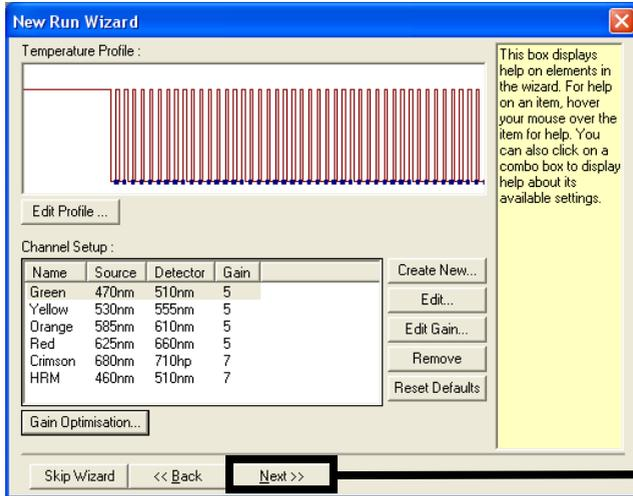

Figura 35. Cuadro de diálogo "New Run Wizard" (Asistente para series nuevas) y pantalla de edición de temperatura. 1 = "Next" (Siguiente).
4. Deje todos los valores como aparecen en la ventana siguiente. No es necesario editar si el perfil de temperatura se ha creado según las instrucciones del protocolo: creación de un perfil de temperatura. Haga clic en Next (Siguiete) (figura 35).